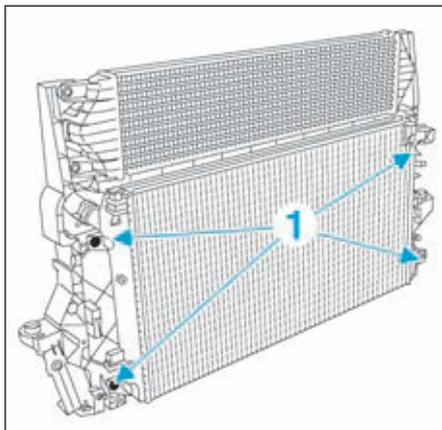

FIG.136
- Déposer les vis de fixation (1) (Fig.136), puis le radiateur de refroidissement.